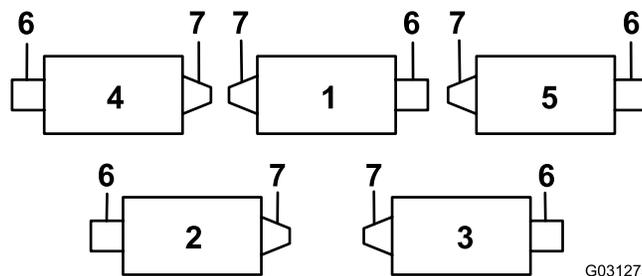

**Figura 11**
**Nota:** Posizionate la testa del bullone sul lato esterno dell'aletta, come illustrato nella Figura 11.
- E. Montate la staffa dell'asta sulle alette degli elementi di taglio usando i bulloni a testa tonda e i dadi (Figura 11). Nel rimontare la staffa dell'asta, sull'elemento di taglio montate la guida del flessibile di sinistra sulla parte anteriore delle alette degli elementi di taglio (Figura 13).